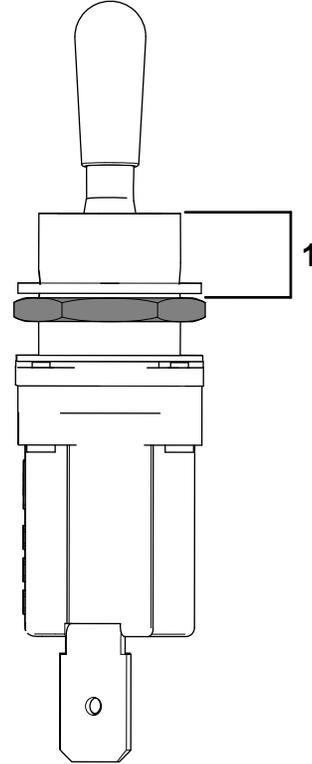

Bild 8
7. Stellen Sie die Tiefe der unteren Sechskantmutter von der Oberseite der Gewinde am Kippschalter auf 7,9 mm ein, wie in Bild 8 dargestellt.